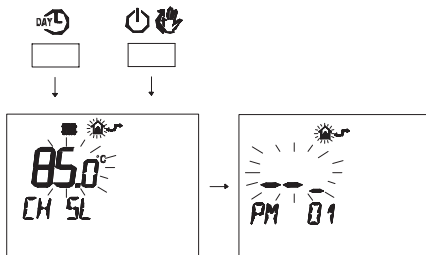

Figura 5.55
- Premere contemporaneamente i pulsanti **DAYL** e **ON/OFF** per entrare nella programmazione trasparente (Figura 5.55).